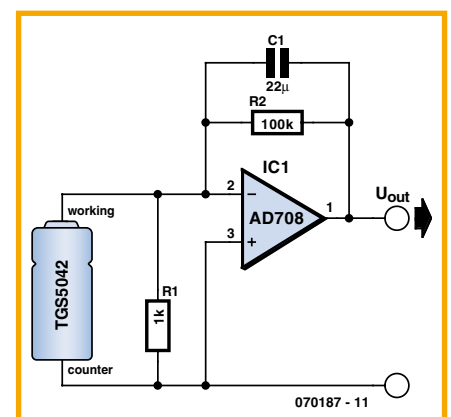

Figure 2. Exemple de schéma d'application simple.
La figure 2 présente un exemple d'utilisation de cet inclinomètre
Les mêmes instructions seront bien évidemment utilisées pour le roulis, mais avec la voie analogique n° 1 si vous avez adopté les schémas de câblage des figures 2 ou 3. Il ne vous restera plus alors qu'à exploiter ces données afin d'éviter que votre robot ne se casse la figure sur un terrain trop pentu pour lui !
La figure 2 propose un schéma d'application de base du TGS 5042. Le capteur génère un courant minuscule converti, par le biais de l'amplificateur de mesure que constitue la paire IC1/R2, en une tension.
Considérons la figure 2. Mathématiquement, tous les points  $M(u,v)$  ayant la même différence de temps de propagation se trouvent sur une hyperbole dont l'équation est :
**Figure 2.** Si le son arrive latéralement, la réception des signaux par les 2 oreilles n'est pas simultanée. Mathématiquement, tous les points ayant la même différence de temps de propagation se trouvent sur une hyperbole (rouge) dont une asymptote (blanche) se rapproche : Le cerveau peut en déduire la direction de la source sonore à défaut de son emplacement.